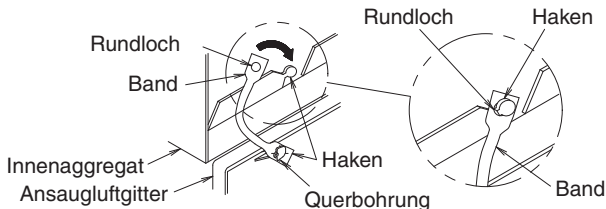

Abb. 38
- Hängen Sie bei der Installation des Ansaugluftgitters den Riemen des Ansaugluftgitters an den hängenden Teil des Innenaggregats, siehe Abb. 38.